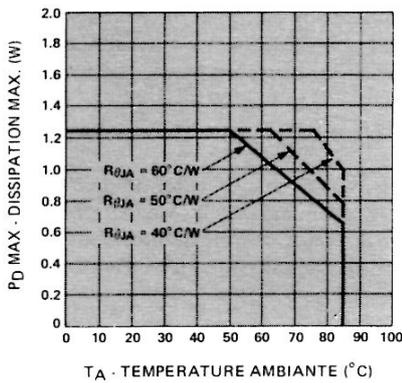

FIGURE 2 – Dissipation maximale en fonction de la température
- Au-dessus de 50°C, la puissance dissipée doit être réduite de 16,7 mW/°C. Cette réduction correspond à un dispositif monté sur un support dont la résistance thermique boîtier-ambiante est de 35°C/W par dispositif. Voir la figure 2, pour des résistances thermiques plus faibles